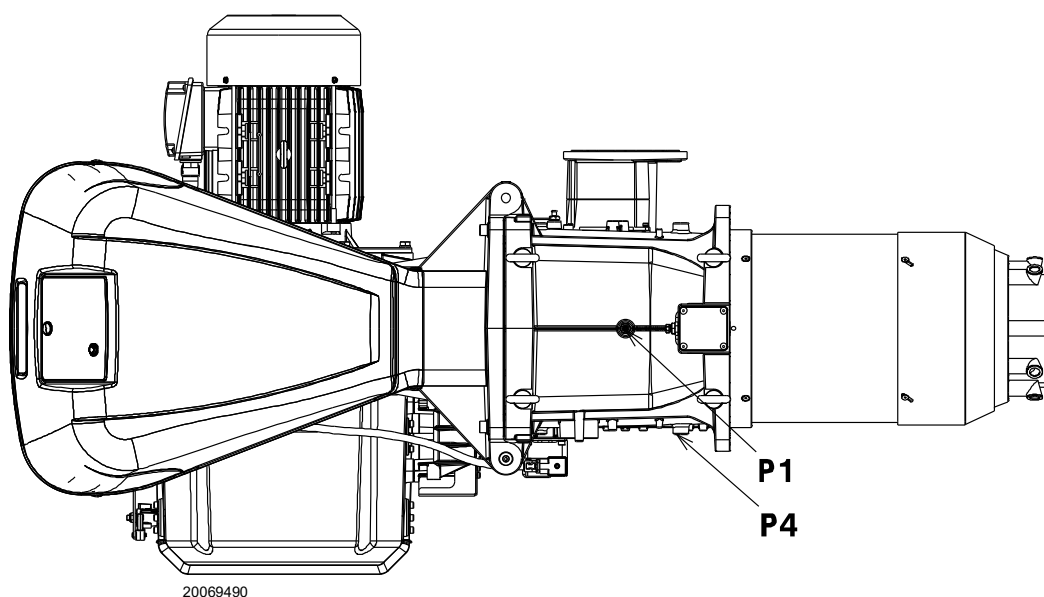

Fig. 23
Pression gaz mesurée à la prise P1)(Fig. 23), avec:
- Soustraire de la pression du gaz à la prise P1) (Fig. 23) la pression de la chambre de combustion.
Pression de gaz à la prise P1) (Fig. 23) = 58,1 mbar
Pour connaître la pression de gaz nécessaire sur la prise P1) (Fig. 23), une fois établie la puissance MAX. à laquelle on veut faire fonctionner le brûleur:
- Lire sur la droite, colonne 1, la pression à la prise P1) (Fig. 23).
Pression nécessaire à la prise P1) (Fig. 23).